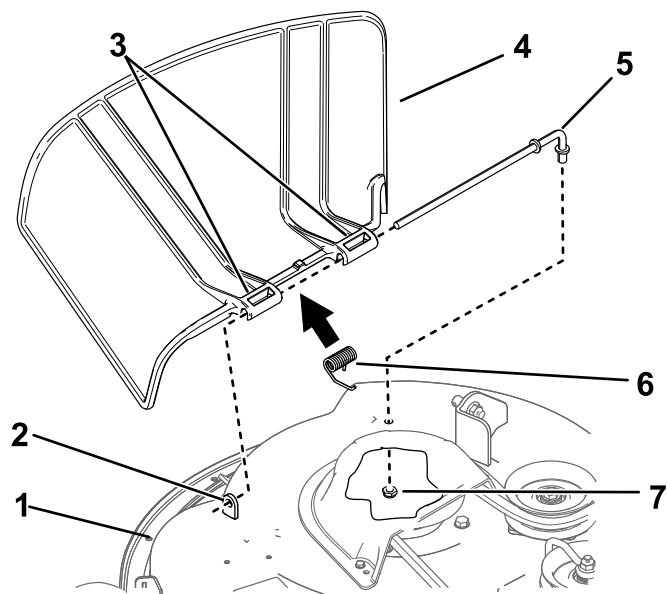

Figure 68
1. Retirez l'écrou ( $\frac{3}{8}$  po) de la tige, sous le tablier de coupe (Figure 68).
2. Sortez la tige de la courte cheville de positionnement, du ressort et du déflecteur d'herbe (Figure 68).
4. Montez le nouveau déflecteur d'herbe (Figure 68).
7. Insérez la tige dans le second pivot du déflecteur d'herbe (Figure 68).
9. Fixez l'extrémité arrière de la tige dans le tablier de coupe à l'aide d'un écrou ( $\frac{3}{8}$  po), comme montré à la Figure 68.